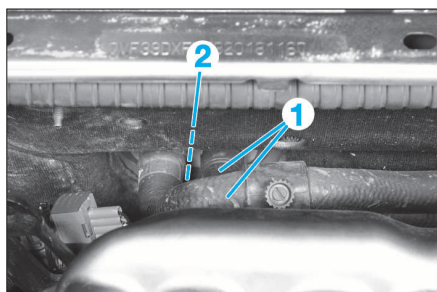

FIG. 15
- Pincer les durits d'entrée et de sortie (1) (Fig.15) du radiateur de chauffage.